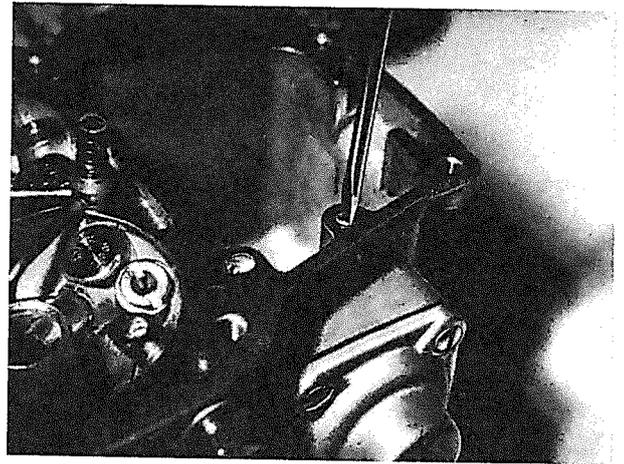

Bild 33
d) Eine Anreicherungsdüse oben auf dem Rand der Schwimmerkammer. **Bild 33**